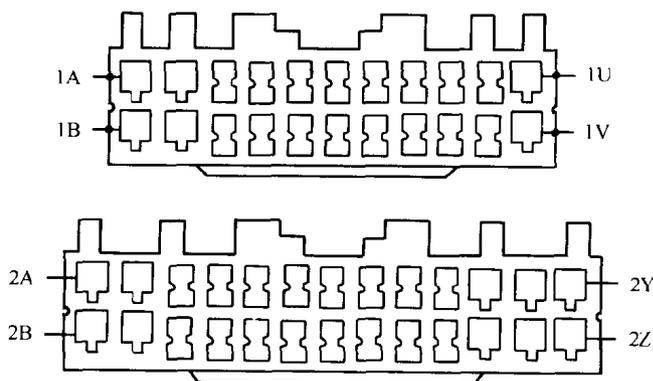

图 1-4
(1) 制动踏板压下。(2) 转向盘转动。(3) 加热型氧传感器应从浓(红色发光二极管)到稀(绿色发光二极管),或从稀到浓转换,至少到一次。加热型氧传感器的电压应在 0.45V 的直流电压上下变化,但不能是负值。
## (2) 1.8L 手动变速器 (图 1-4)